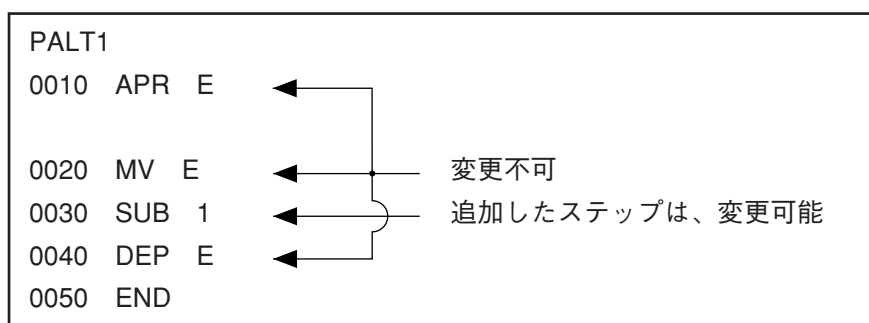

図8-10 パレタイジングプログラムのコマンドの変更可能内容
- 5.1.1 挿入コマンドの変更とは パレタイジングプログラムで自動作成されたAPR・DEP・MVコマンドの途中に、あとから挿入したコマンドを変更することを行います。ただし自動作成されたAPR・DEP・MVコマンドは変更できません。以上の内容をまとめたものを図8-10に示します。